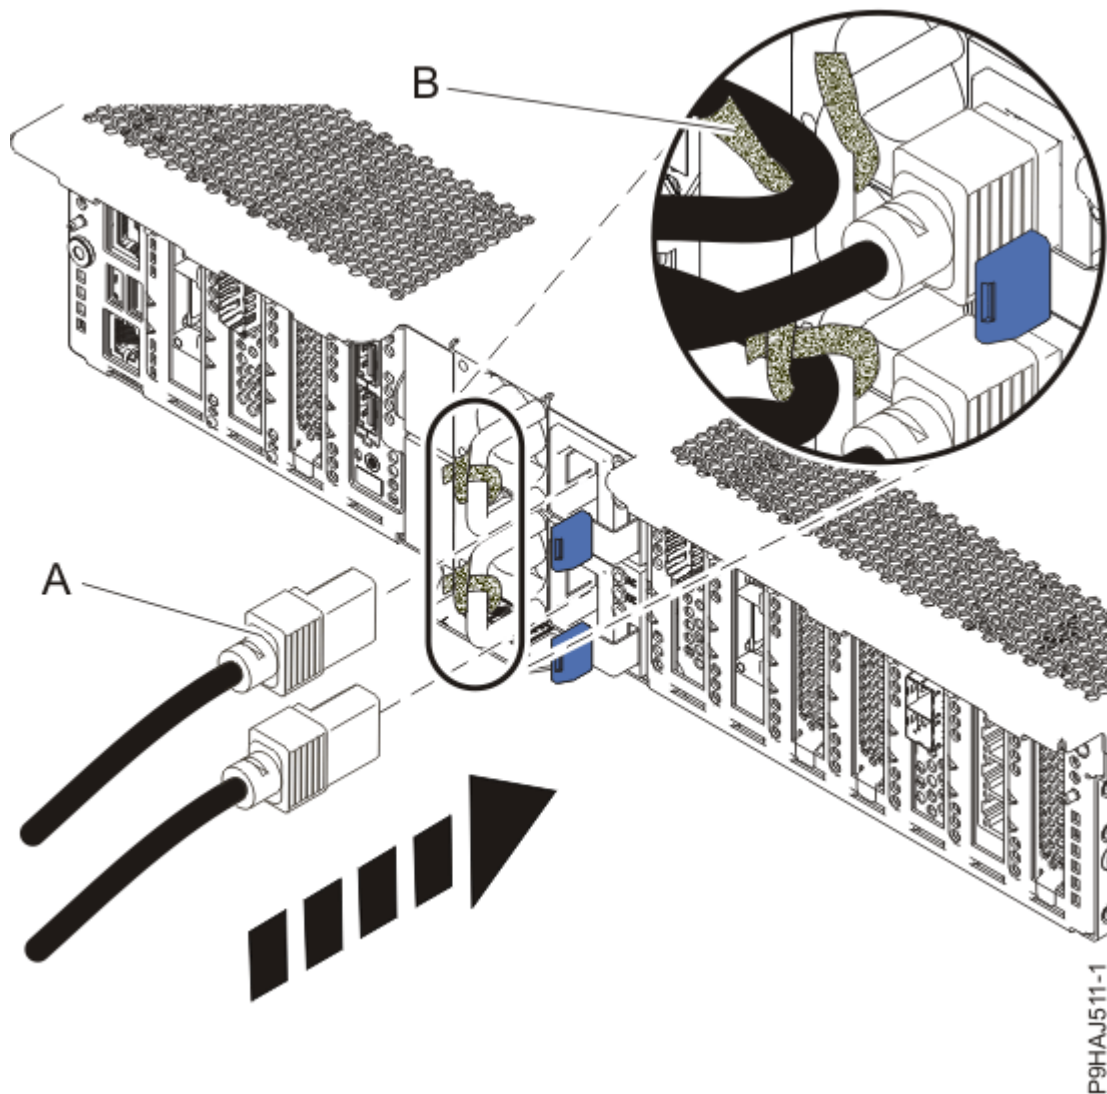

Figura 26. Conexión de los cables de alimentación
4. Mediante las etiquetas, vuelva a conectar los cables de alimentación (**A**) a la unidad del sistema. Sujete los cables de alimentación al sistema utilizando los mecanismos de sujeción (**B**) tal como se muestra en la Figura 26 en la página 28.